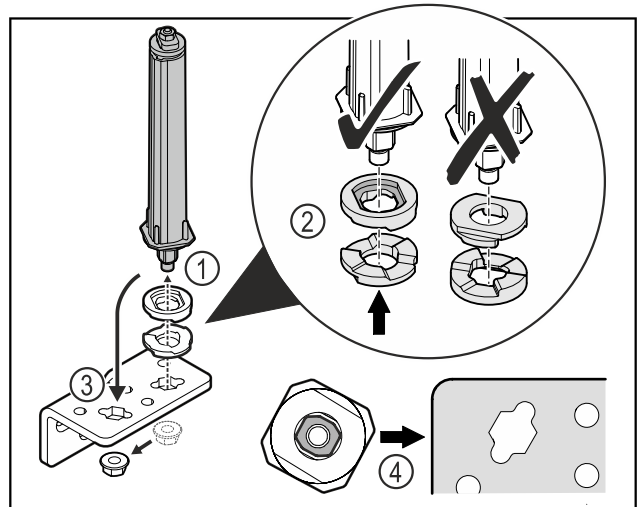

Fig. 40
- ▶ Desfaceți piulița și îndepărtați sistemul de închidere a ușii Fig. 40 (1).
- ▶ Aveți în vedere alinierea corectă a șaibelor de reglaj pe înălțime Fig. 40 (2).
- ▶ Mutați sistemul de închidere a ușii în colțarul balamalei și fixați cu piulița Fig. 40 (3).
- ▶ La utilizare aveți în vedere alinierea corectă a sistemului de închidere a ușii Fig. 40 (4).